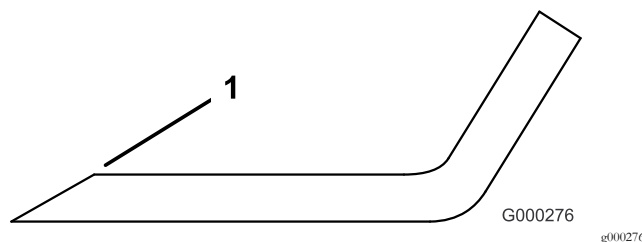

Figura 88
1. Utilice una lima para afilar el filo de corte en ambos extremos de la cuchilla (Figura 88). Mantenga el ángulo original. La cuchilla permanece equilibrada si se retira la misma cantidad de material de ambos bordes de corte.